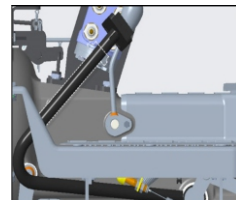

Fig.5.51
- Wcisnąć pedał sprzęgła i zmierzyć luz pedału, jak pokazano na rys. 5.51
- Poluzować widelec i sprawdzić nakrętkę (1)